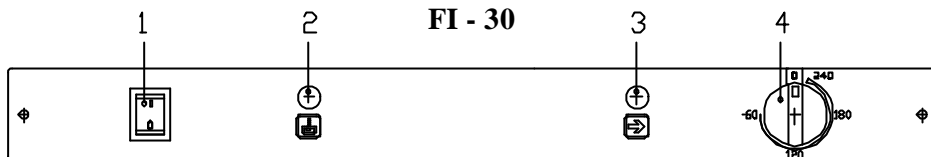

Fig. 7
- Accionando el interruptor general (1), Fig. 7, se ilumina dicho interruptor. Comienza así el llenado y calentamiento del agua de aclarado y a continuación la de lavado.
- El ciclo es regulable hasta una duración máxima de 4 minutos. Comienza posicionando el mando (4) en el tiempo deseado, y se enciende el piloto (3).
- Cuando se ilumina el piloto (2) la máquina está preparada.